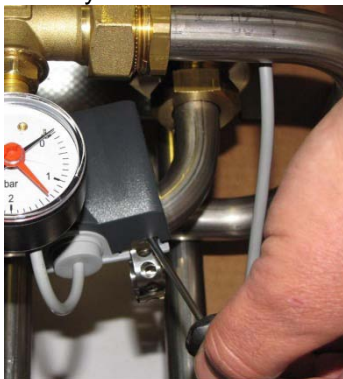

Bild 33
2. Lyft, med hjälp av en skruvmejsel, försiktigt upp locket till framledningsgivare (Bild 33).